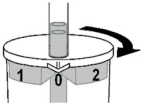

Abb. 2
3. För normal sugning, vrid burken tills pilen på locket pekar mot ett öppet läge ("0") (Fig. 2)